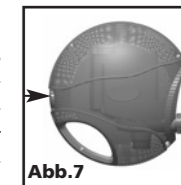

Abb.7
2) An der Rückseite hat der Pumpenkorb eine vorgefertigte Kerbe (Abb. 7), die mit einem geeigneten Schneidwerkzeug ausgeschnitten werden muss